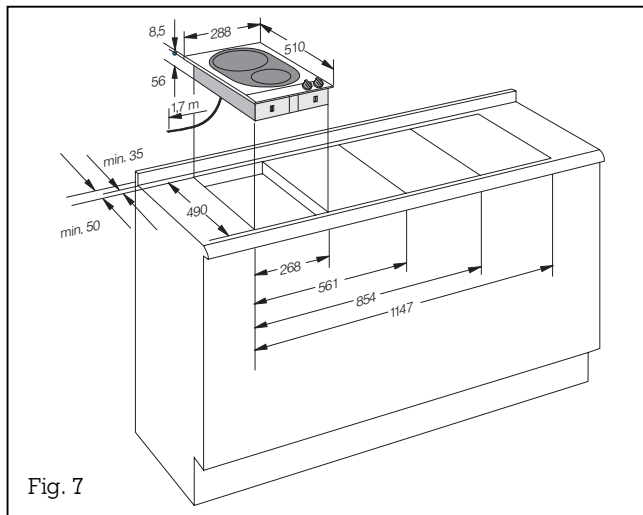

Fig. 7
Cette table de cuisson est conforme à la **classe thermique Y** et doit être encastrée dans un élément de cuisine, selon le schéma (fig. 7).
**Important !** L'angle entre la surface de coupe et le plan de travail doit être de 90° (fig. 7).